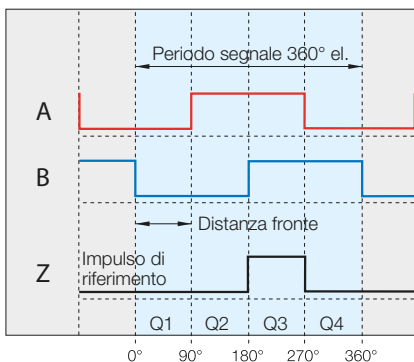

Fig. 6-1: Segnali di uscita digitali nel movimento in avanti
La posizione del segnale Z può essere differente (Q1...Q4, vedere Fig. 6-1). Si trova però sempre nella posizione fisicamente corretta ed ha sempre l'ampiezza di un incremento.
- Un segnale di riferimento con periodo polare (periodo = 10 mm, larghezza segnale di riferimento = distanza fronte, Fig. 6-1). Se devono essere trasmessi più segnali di riferimento, deve essere montato un interruttore di selezione esterno sul segnale del punto di riferimento selezionato.